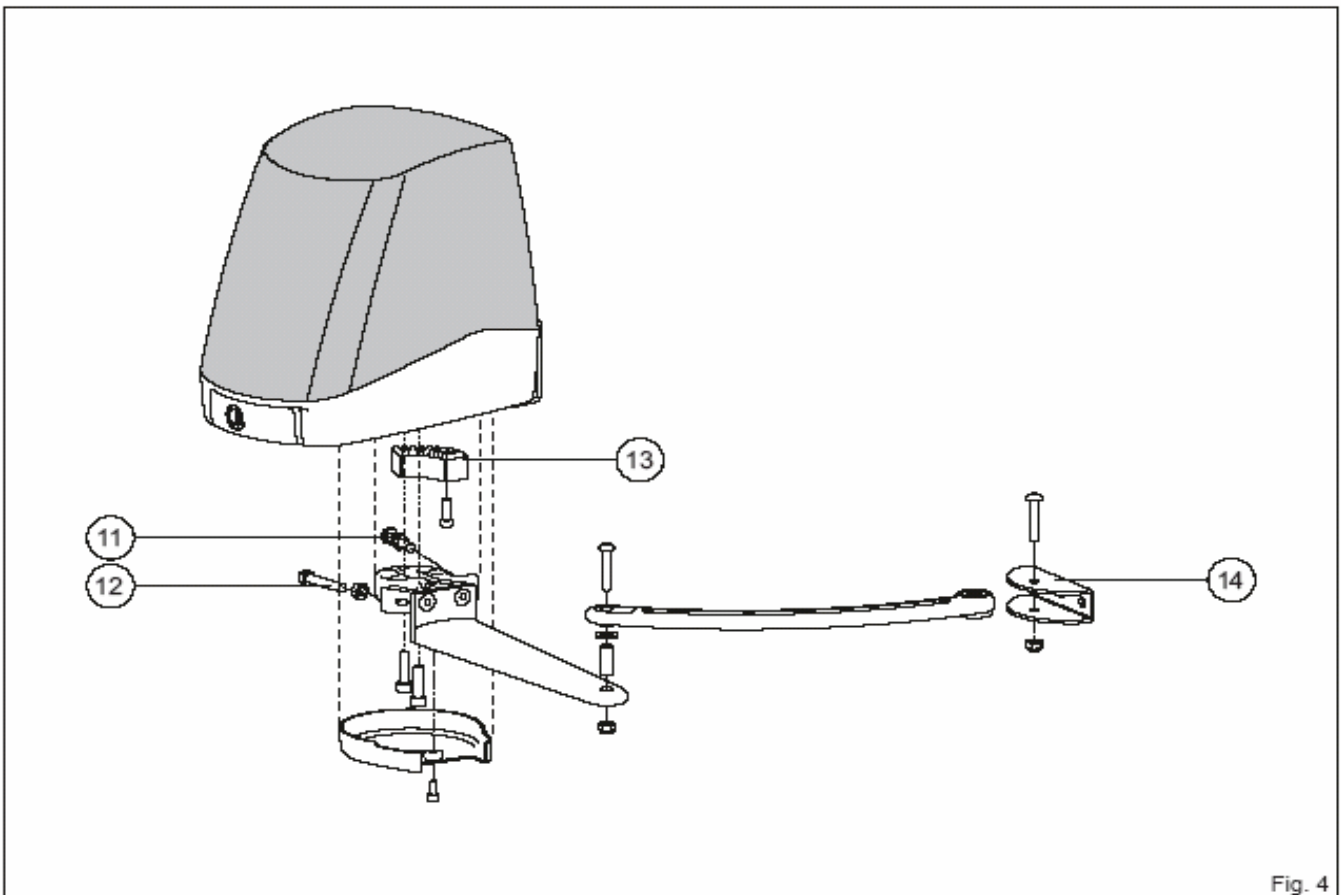

Fig. 4
- Zamocować ramię łamane i uchwyt mocujący ramię jak wskazuje rys.4
- W razie braku odbojników mechanicznych skrzydła, ustawiając skrzydło w pozycji zamknięcia i otwarcia wyregulować śruby [11] i [12] na ograniczniku [13] jak wskazuje rys. 4.